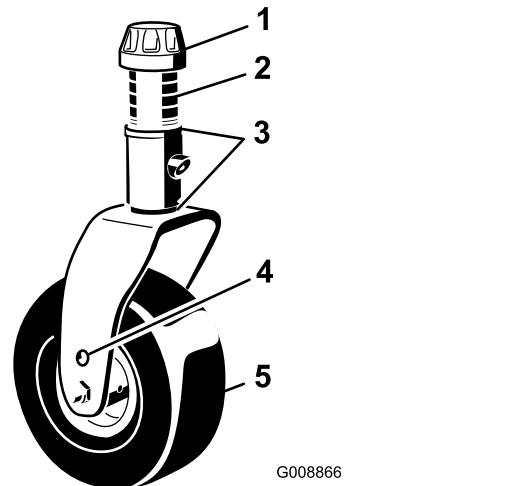

Figure 29
3. Ajoutez ou retirez des cales de 3 mm (1/8 po) sur la fourche d'une ou de plusieurs roues pivotantes pour que la hauteur de coupe corresponde à celle indiquée sur l'autocollant (Figure 29); voir Réglage de la hauteur de coupe \(page 28\).